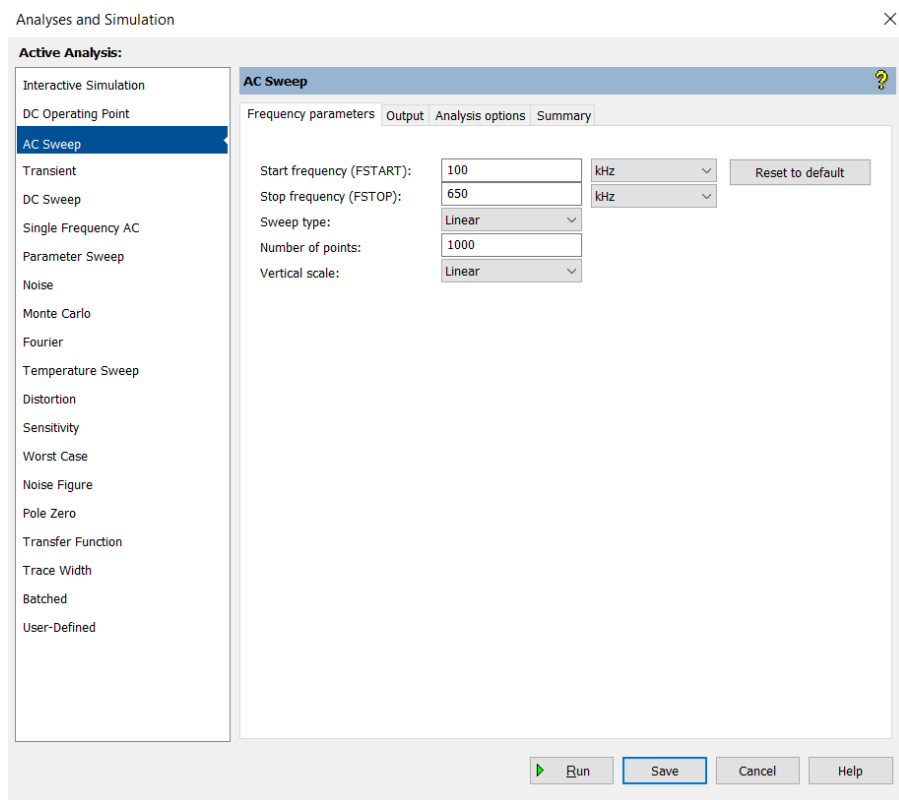

Рис. 17, параметры AC Sweep
Проведем частотный (AC) анализ цепи с помощью AC Sweep, используя следующие параметры (рисунок 17)